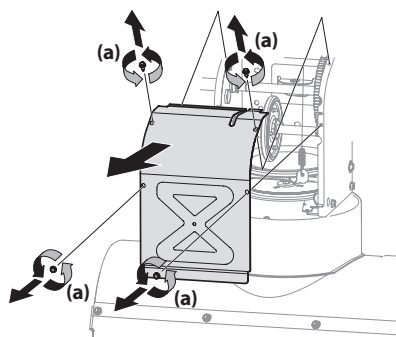

Figura 4-4
3. Saque la cubierta del marco desde debajo de la unidad, para lo que debe extraer los tornillos autorroscantes (a) que la sujetan. Consulte la Figura 4-4.
5. Saque la cubierta del marco desde debajo de la unidad, para lo que debe extraer los tornillos autorroscantes que la sujetan. Consulte la Figura 4-4.